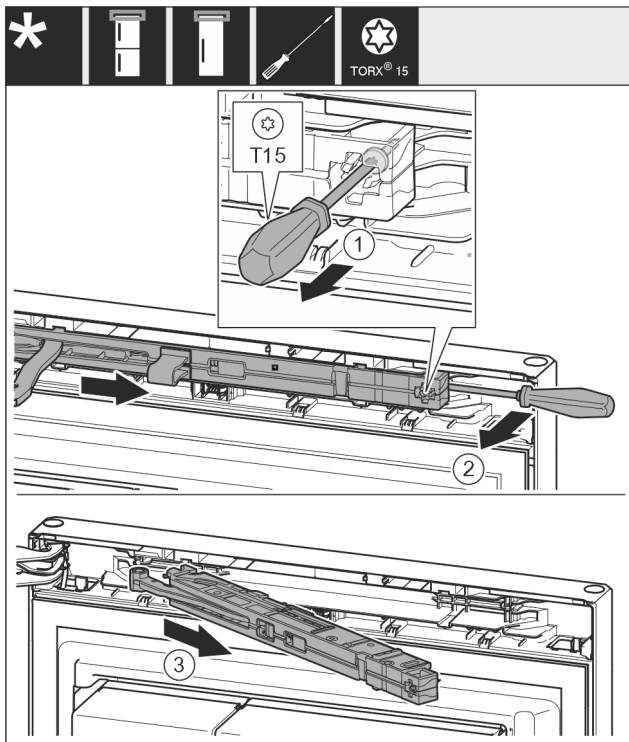

Fig. 11
- ▶ Λύστε τη βίδα Fig. 11 (1) στη μονάδα αποσβεστήρα κλεισίματος με κατσαβίδι 14 mm.
- ▶ Ξεκουμπώστε τη μονάδα αποσβεστήρα κλεισίματος Fig. 11 (2) στην πλευρά λαβής με κατσαβίδι προς τα εμπρός.
- ▶ Τραβήξτε έξω τη μονάδα αποσβεστήρα κλεισίματος Fig. 11 (3).